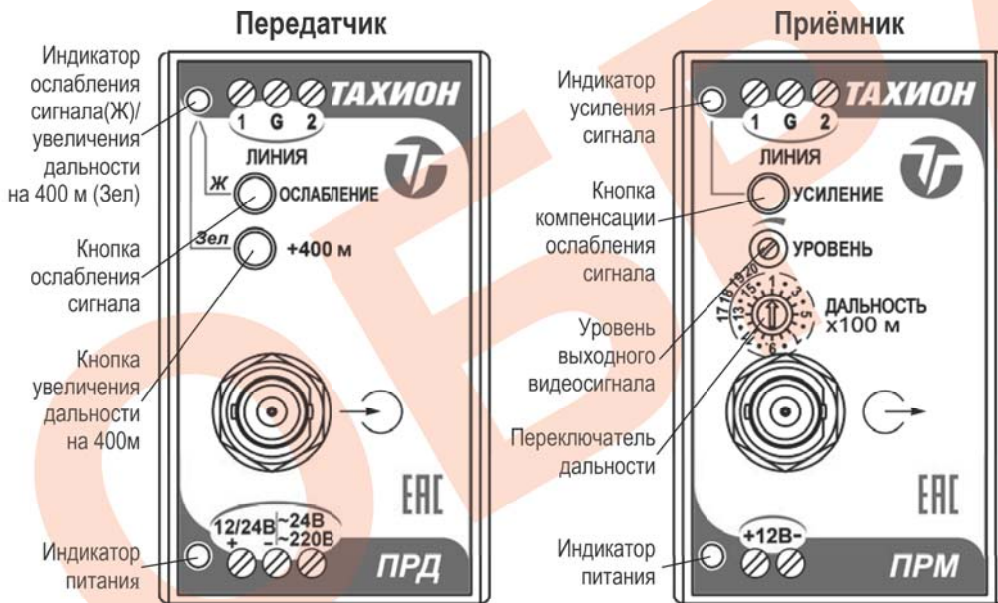

Рис.2 Элементы настройки и индикации
5. Переключателем «ДАЛЬНОСТЬx100 м», расположенным на передней панели приёмника (рис.2), установить значение длины линии по таблице 1.
6.1. Регулировка уровня выходного сигнала (потенциометр «УРОВЕНЬ», рис.2) позволяет выровнять уровни видеосигналов от различных камер на видеовходах аппаратуры коммутации и регистрации. Для точной установки размаха полного видеосигнала от уровня синхронизирующих импульсов до уровня белого, равного 1В на нагрузке 75 Ом, необходимо использовать осциллограф.
6.2. Для устранения перекрёстных помех, возникающих при использовании одного кабеля для передачи удалённого (ослабленного) сигнала и сигнала от близко расположенного (100 м - 600 м) к приёмнику передатчика, рекомендуется использовать кнопки «ОСЛАБЛЕНИЕ» и «УСИЛЕНИЕ» (рис.2). При нажатии, на близко расположенном к приёмнику передатчике, кнопки «ОСЛАБЛЕНИЕ» сигнал ослабляется на 16 дБ, для восстановления сигнала до 0 дБ на соответствующем приёмнике необходимо нажать кнопку «УСИЛЕНИЕ», при этом загорается жёлтый индикатор.